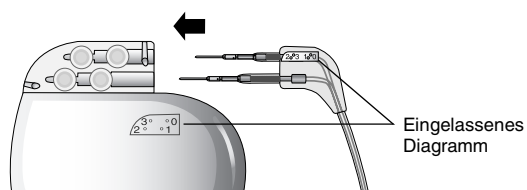

Abbildung 7. Die Stifte der Verlängerungsstecker vollständig in den Konnektorblock des Neurostimulators Modell 3023 einsetzen.
3. Überzeugen Sie sich davon, dass das in die Elektrode eingelassene Diagramm vier Pole zeigt, die dem eingelassenen Diagramm auf dem Neurostimulator entsprechen (Abbildung 7).
4. Führen Sie die Stifte der Verlängerungsstecker in den Neurostimulator ein, bis sie fest und sicher im Konnektorblock sitzen (Abbildung 7).